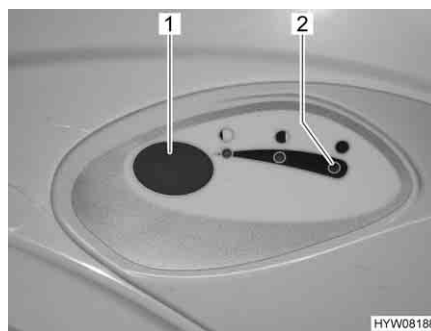

Fig. 104 Pulsante dello sciacquone/spia di controllo toilette Thetford
- Per sciacquare premere il pulsante blu (Fig. 104,1).
La spia di controllo (Fig. 104,2) si accende quando il serbatoio fecale deve essere svuotato.